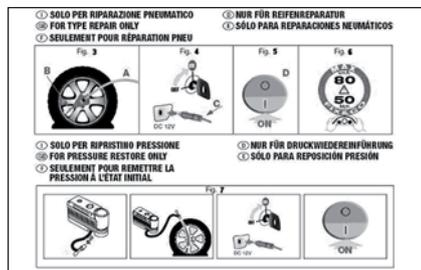

fig. 12
- pieghevole informativo **fig. 12**, utilizzato per un pronto uso corretto del kit di riparazione rapida e successivamente da consegnare al personale che dovrà maneggiare il pneumatico trattato con il kit di riparazione pneumatici;